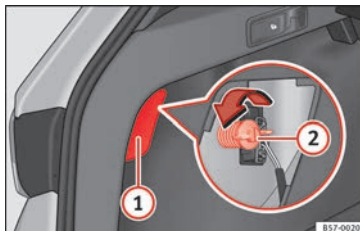

Fig. 111 Maletero: acceso al tornillo de fijación de la unidad de luz trasera.
- Retire la tapa haciendo palanca con el lado plano de un destornillador en el rebaje » **fig. 111 ①**.
- Desenrosque con la mano o con ayuda de un destornillador el tornillo de fijación del piloto » **fig. 111 ②**.